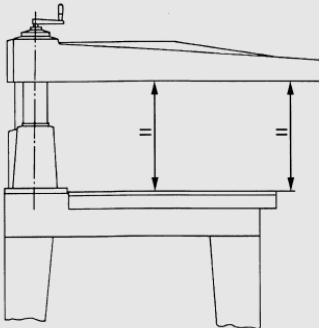

Fig.11
- 2) Die Winkel müssen sowohl eben sein, als auch den gleichen Abstand zum Arm haben. Nutzen Sie hierzu die Beweglichkeit des Arms, so daß Sie die Messungen bei Armstellung oberhalb des betreffenden Winkels ausführen können (siehe Abb.11